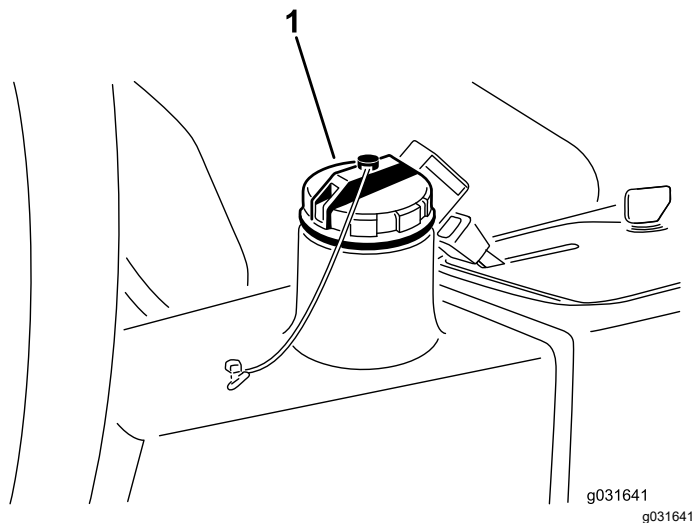

Figure 63
2. Nettoyez la surface autour du goulot de remplissage et du bouchon du réservoir hydraulique (Figure 63).
3. Remettez le bouchon du réservoir hydraulique (Figure 63).